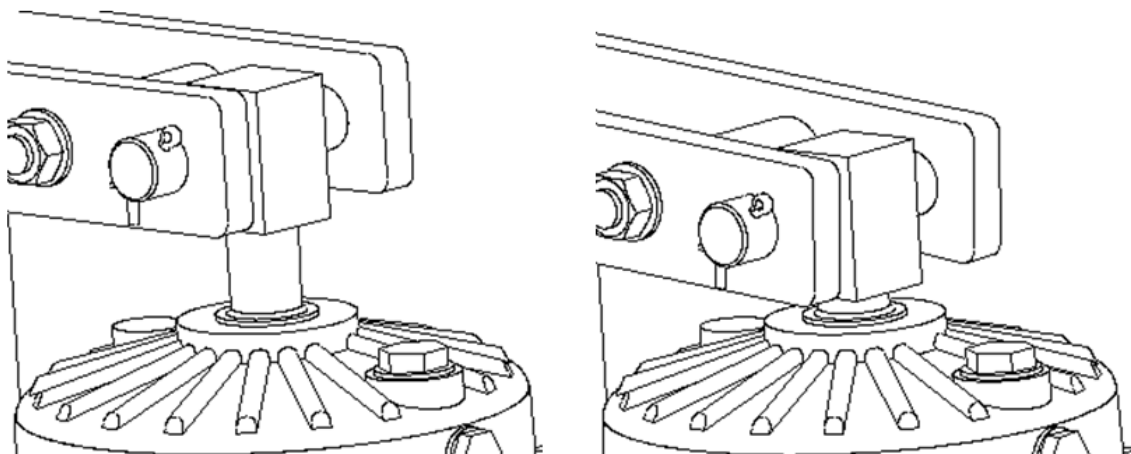

Fig. 8.4
Comme l'appareil fournit l'auto-réglage, aucune intervention n'est nécessaire pour cette fonction. Néanmoins il est utile de s'assurer que l'appareil fonctionne correctement car il aurait pu être endommagé pendant le transport ou l'installation. Le réglage du frein automatique consistera seulement à équilibrage Fig. 2.1 des leviers pour éviter l'usure inégale des garnitures! Si la tige du piston comme représentée côté droit dans la Fig. 8.4 est complètement à l'intérieur du vérin, vous risquez de perdre la force de serrage. Ceci doit être évité.
- Si la tige du vérin, comme représenté du côté droit en Fig. 8.4 est complètement à l'intérieur du vérin, il y a un danger de perte de la force de serrage. Ceci doit être évité, il est nécessaire d'ajuster avant!
Si la tige du vérin comme représenté du côté droit en Fig. 8.4 est rentré l'intérieur du vérin, il y a un risque de perte de la force de freinage. Cet état doit être évité, il est impératif de l'ajuster avant!